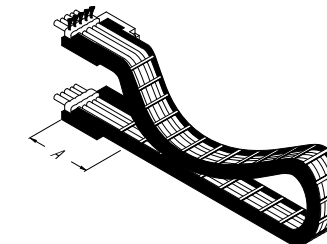

Fig. 2
- pour des chaînes porte-câbles longues et coulissantes uniquement à l'extrémité du tenon (→ Fig. 2).